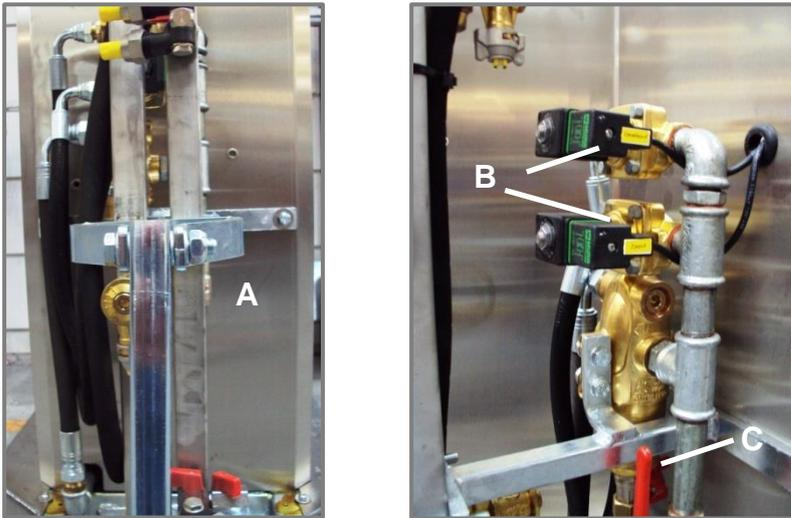

Рисунок 7.1 Электрические клапаны и подсоединения шлангов
- Снимите крышку из нержавеющей стали с передней стороны *BeMatic Meto SW* (см. рисунок 7.1)